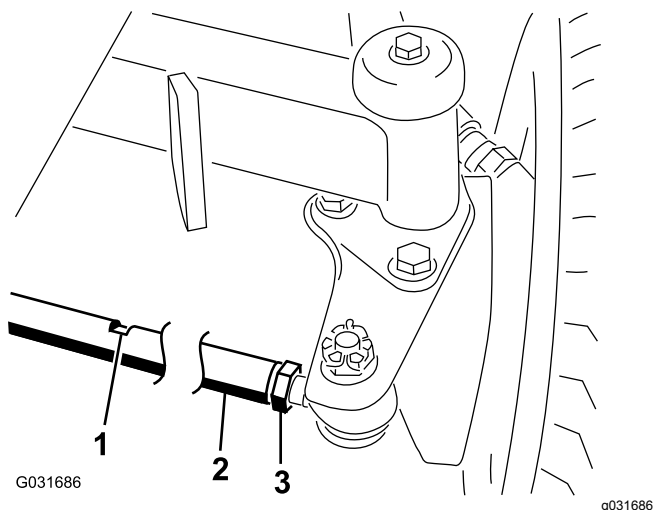

Figura 46
2. Desaperte a porca de bloqueio em cada extremidade da barra de direção (Figura 46).